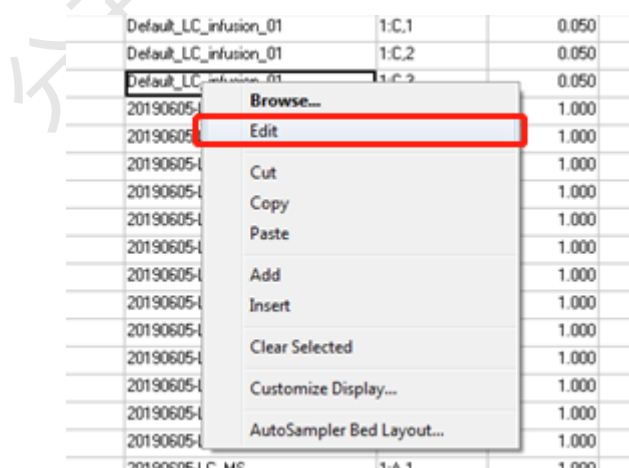

图 6-24
Step1. 选中 Inlet File 小格-右键-Edit, 打开液相方法编辑窗口 (图 6-24, 6-25)